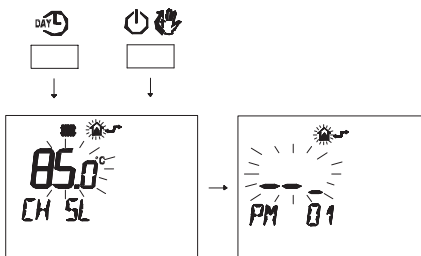

Figura 5.46
- Premere contemporaneamente i pulsanti **DAY** e **ON/OFF** per entrare nella programmazione trasparente (Figura 5.46).